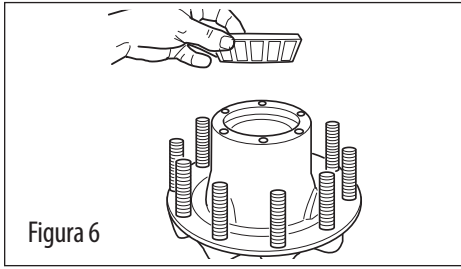

Figura 6
7. Lubrique el cono exterior del balero con el mismo lubricante que utilizará en la maza y colóquelo en el ensamble de la maza (vea la figura 6).